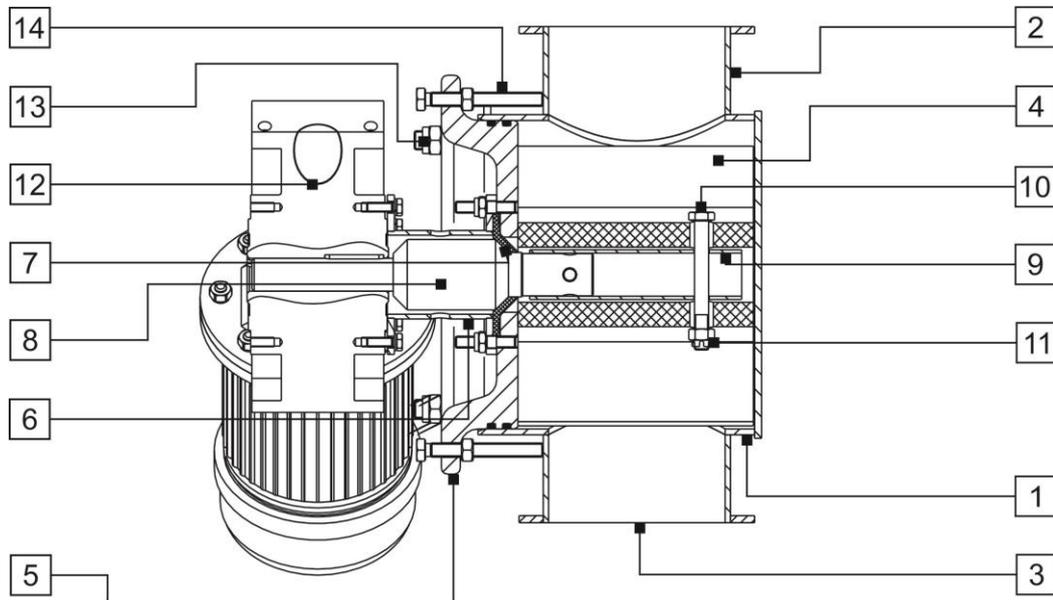

Рис. 11.а
В изделии применяются: шлюзовой затвор пыли (Рис. 11.а), шлюзовой затвор БГ-20 выдачи минерального порошка и агрегатированный с ним шлюзовой затвор «крупки» (Рис. 11.б).
Шлюзовой затвор пыли (Рис. 11.а) состоит из корпуса (1) с загрузочным (2) и разгрузочным (3) патрубками. Внутри корпуса (1) расположен эластичный ячейковый ротор (4). С одной стороны корпуса (1) установлена глухая крышка, с другой - крышка подвижная (5).
Шлюзовой затвор БГ-20 выдачи минерального порошка и агрегатированный с ним шлюзовой затвор «крупки» (Рис. 11.б) состоят из большого (1) и малого (2) корпусов, оснащённых загрузочными (3, 4) и разгрузочными (5, 6) патрубками. Внутри корпусов (1, 2) расположены сборный (7) и цельнолитой (8) эластичные ячейковые роторы. Корпусы (1, 2) закрыты подвижными крышками (9, 10), герметичность соединения обеспечивается резиновыми кольцами (11, 12). Роторы (7, 8) приводятся во вращение валами (13, 14) вставленными во втулку тихоходного вала мотор-редуктора (15). Для герметизации мест ввода валов (13, 14) в корпусы (1, 2) используются уплотнения (16, 17). Мотор-редуктор (15) сопряжён с крышками (9, 10) посредством соединительных элементов «катушка» (18, 19).